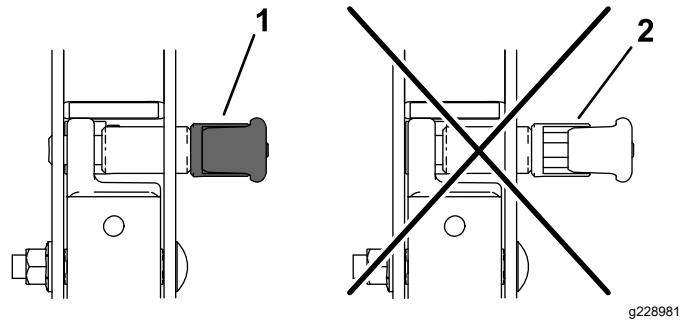

Figure 58
**Remarque:** Il faut parfois pousser en avant ou tirer en arrière la partie supérieure de l'arceau de sécurité pour engager complètement les deux boutons (Figure 57 et Figure 58).